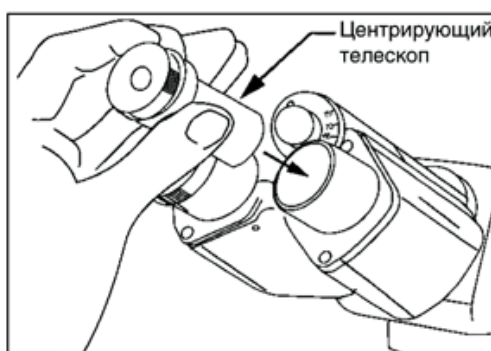

Рис. 2
2. Достаньте правый окуляр и вставьте центрирующий телескоп (рис. 2). Затем установите 10X объектив вместе соответствующим кольцом конденсора 10X – 20X.